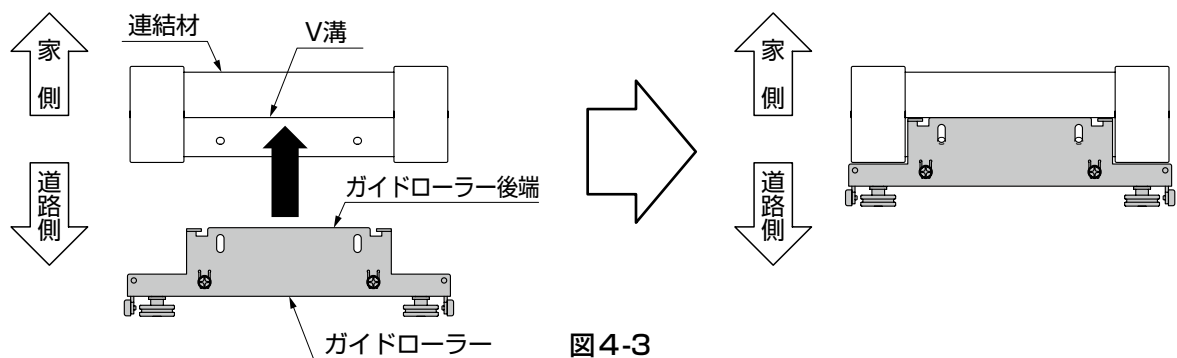

図4-3
- ガイドローラーの後端を連結材のV溝に合わせて固定してください。(図4-3参照)